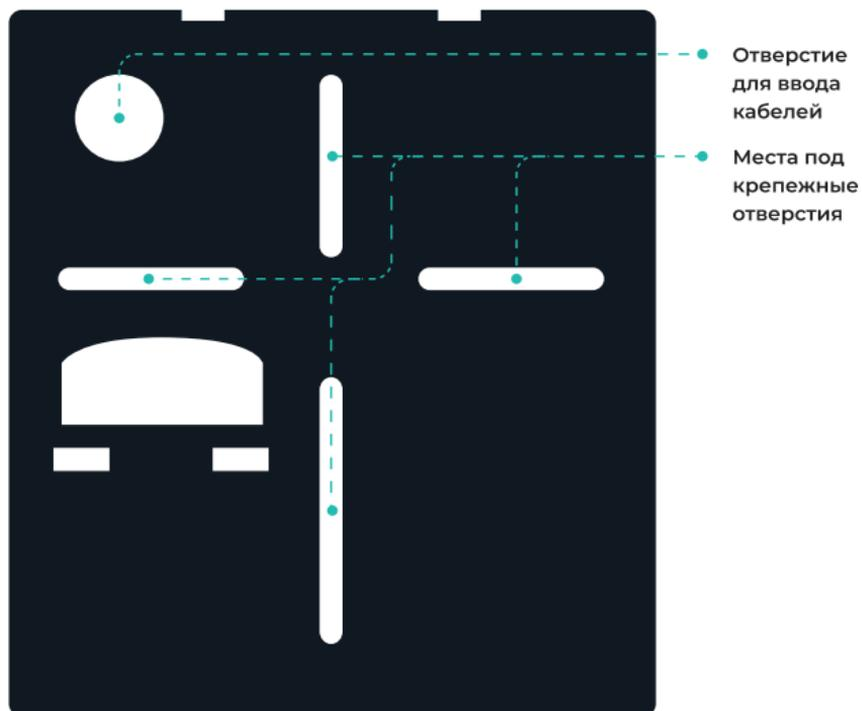

Рисунок 3. Разметка мест крепления
- 4 Разметьте места крепления терминала, приложив заднюю крышку терминала к стене (рис. 3).